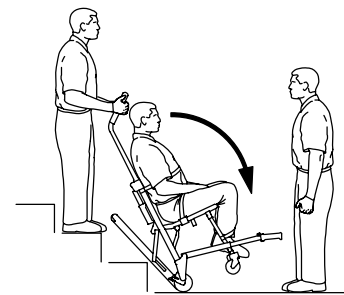

Figura 13 – Pie de las escaleras
10. Operador del extremo de los pies: cuando la oruga llegue al último escalón, suelte los mangos delanteros. Operador del extremo de la cabeza: deje que la silla se incline hacia adelante (Figura 13) hasta que las cuatro ruedas descansen sobre el suelo. Ruede la silla (consulte *Transporte del ocupante sobre superficies planas* (página 13)).